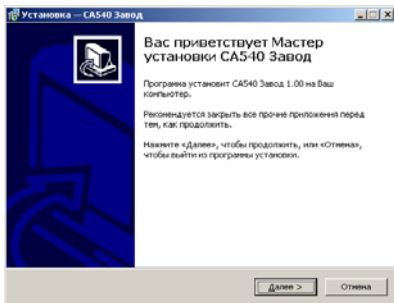

Рисунок 8.1
1) Включити ПК і почати встановлення програми "CA540 Завод", для чого з папки "CA540 Завод", розміщеної на інсталяційному диску, що входить в комплект поставки, запустити файл  setup_CA540_Zavod xxx.exe (xxx – версія програми). На екрані з'явиться вікно майстра установки CA540 PC (рисунок 8.1).